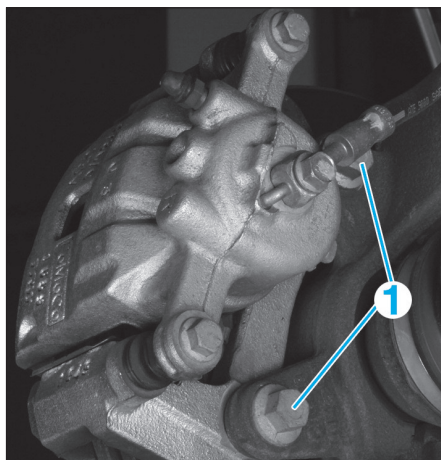

Fig. 6
- le support d'étrier (1) de frein (Fig.6),